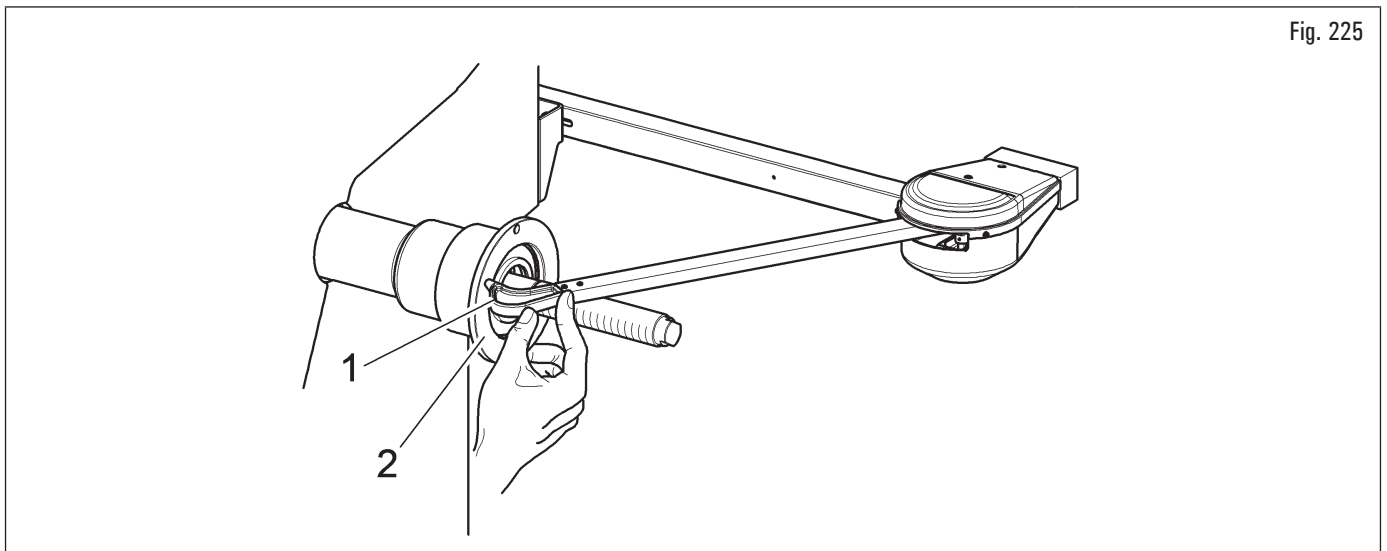

Fig. 225
Llevar el puntal del medidor anchura (Fig. 225 ref. 1) en correspondencia del plano externo de la brida (Fig. 225 ref. 2).